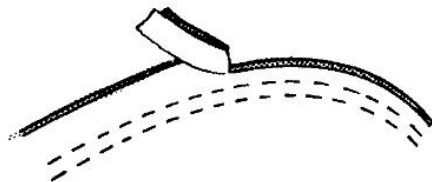

Рис. 96
3. Подрежьте припуски так, чтобы их общая ширина составила 3 мм (рис. 96).